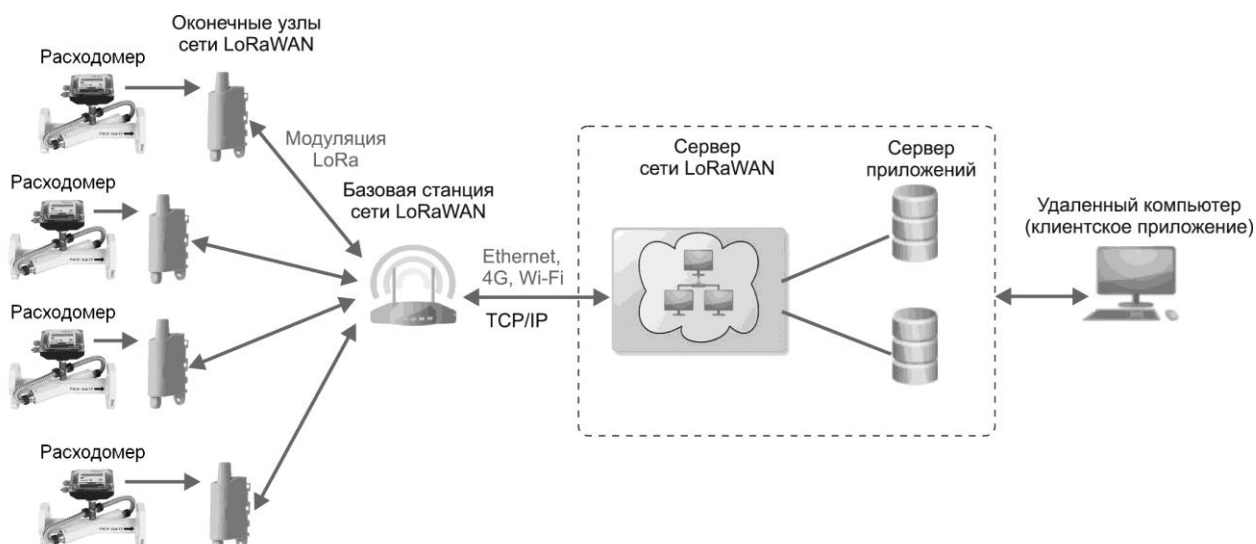

Рис.32. Схема организации обмена по LoRaWAN сети.
7.1.3. Принцип работы LoRaWAN сети приведен на рис.32.